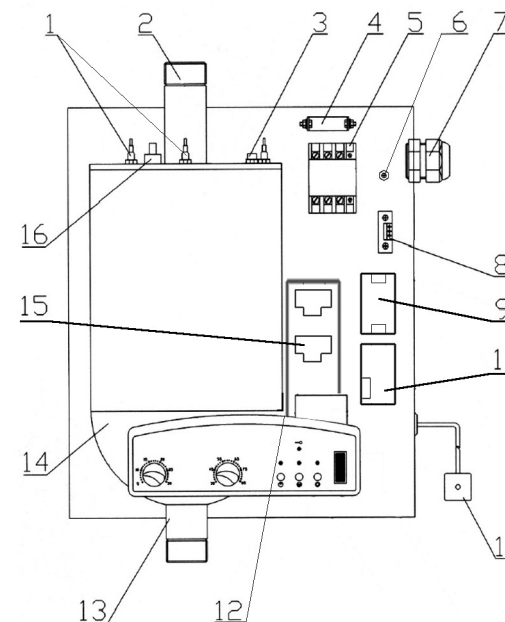

Рис. 1. РусНИТ-205M, 206M, 207M, 208M, 209M.
5.1. Отопитель состоит из следующих основных частей: теплообменника (бака), элементов коммутации и электронных блоков (силового блока, блока питания и измерительного блока), (рис. 1).